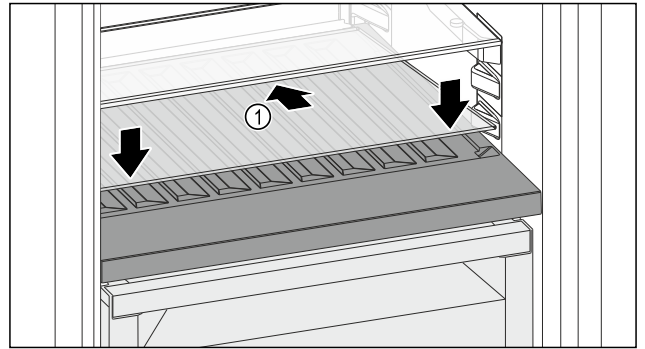

Fig. 173
- ▶ Glasplaat Fig. 173 (1) schuin naar achteren en naar beneden plaatsen.
- ▶ Glasplaat Fig. 173 (1) aan de voorzijde laten zakken.